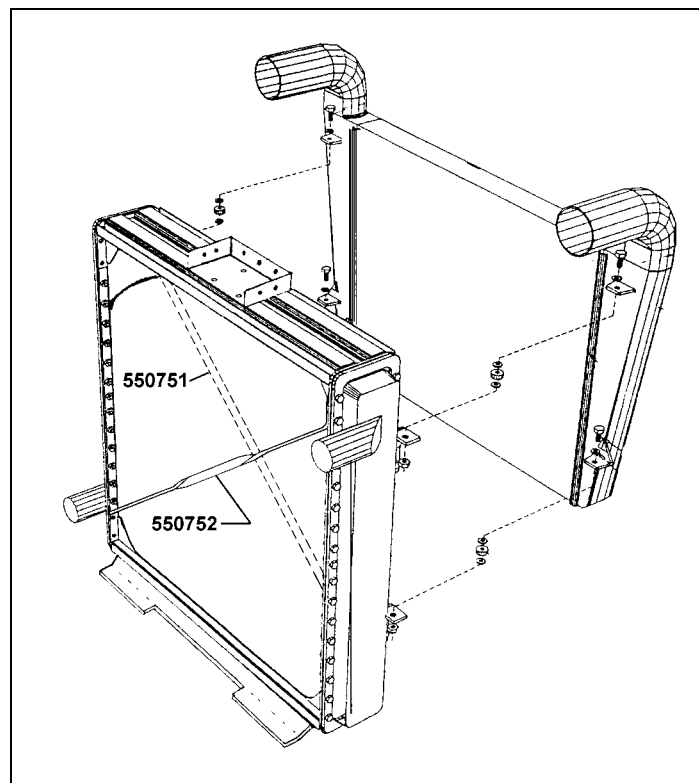

FIGURE 4: TIGES DE RENFORT
5. Séparer le refroidisseur d'air du radiateur afin d'insérer la tige de renfort (Prévost #550751) entre le refroidisseur et le radiateur (voir fig. 4).
**Remarque:** On doit installer les deux tiges de renfort dans le sens contraire l'une de l'autre (voir fig. 4).